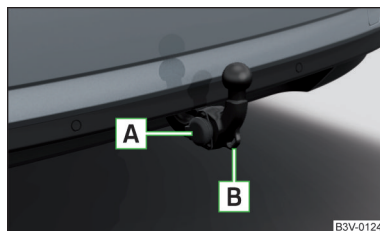

Fig. 221
- Introduceți conectorul cablului remorcii în prizea cu 13 poli **A** » fig. 221.